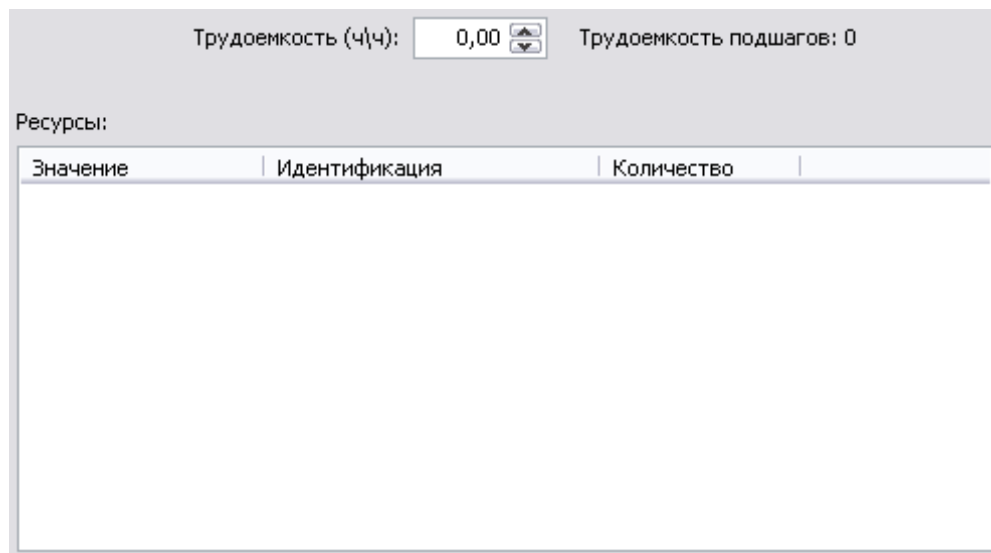

Рисунок 388
1) Выделите шаг, к которому нужно добавить ресурс и нажмите на кнопку **Свойства шага**  в нижней правой части окна редактора. После этого появится окно **Ресурсы** (рисунок 388).